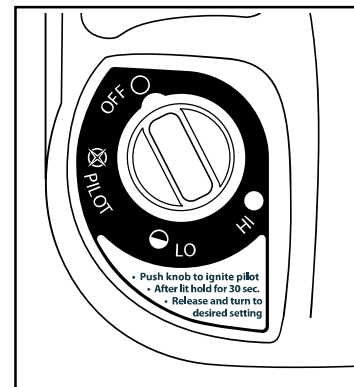

Figure 1 : de la position.
- Assurez-vous que le bouton de commande à quatre positions est à la position OFF » (voir figure 1).
- Assurez-vous que le bouton de commande à quatre positions est à la position "OFF (Arrêt)" (voir figure 1, à gauche).